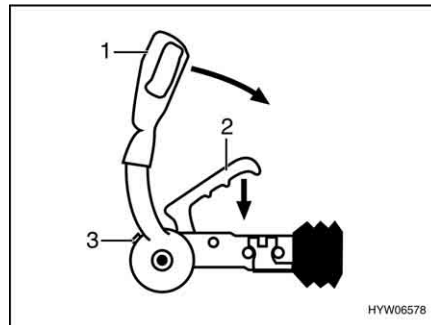

Bild 5 Sicherheitskupplung AKS 3004
- Stabilisierungshebel (Bild 5,1) bis zum Anschlag nach oben ziehen.
- Kupplungsgriff (Bild 5,2) nach oben ziehen.
- Sichtkontrolle durchführen: Der grüne Zylinder der Sicherheitsanzeige (Bild 5,3) muss sichtbar sein.
- Die Stabilisierungseinrichtung aktivieren. Dazu den Stabilisierungshebel (Bild 5,1) bis zum Anschlag nach unten drücken.